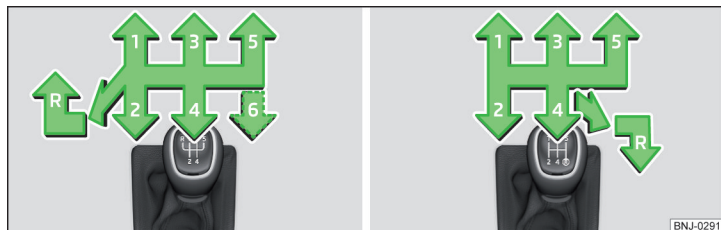

Fig. 119 Esquema de marchas: Variante 1 (transmisión de 5 / 6 marchas) / Variante 2 (transmisión de 5 marchas con el motor MPI 1,0 l)
Sobre la palanca de cambio se presenta el esquema de cambio para cada posición de cambio » fig. 119.
- Presionar hacia abajo la palanca del cambio y colocarla completamente hacia la izquierda y luego hacia adelante en la posición **R** » fig. 119.